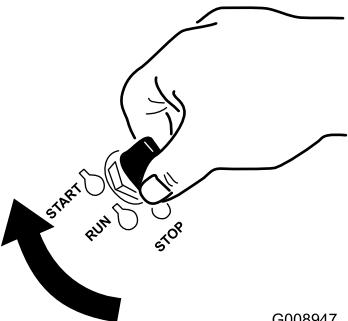

Figura 17
1. Gire la llave de contacto a la posición de ARRANQUE (Figura 17).